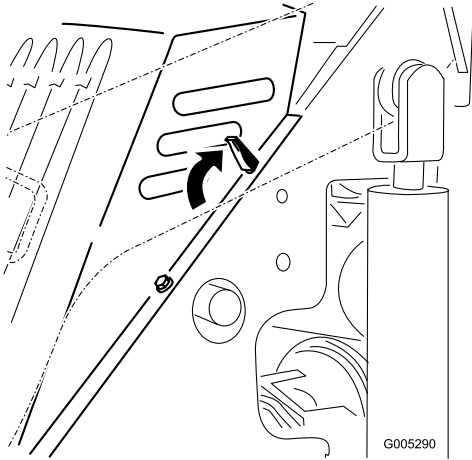

Figure 17
4. Desserrez les quatre languettes de blocage (Figure 17).
1. Placez le capot par-dessus le cadre de la machine en engageant les tenons de fixation du capot dans les trous du cadre (Figure 17).
2. Fixez le capot en place en poussant les languettes de blocage vers l'avant et vers le bas (Figure 17).